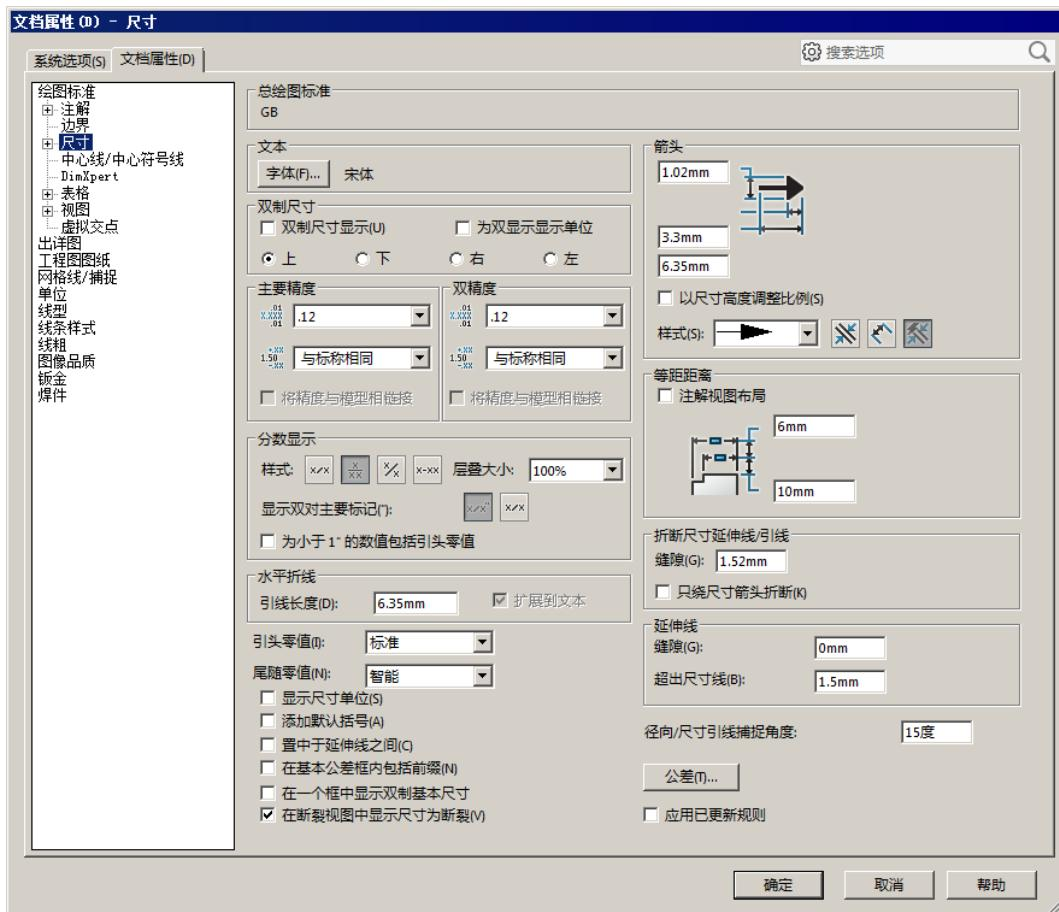

图 9.3.3 “文档属性 (D) – 尺寸”对话框
Step4. 在 **文档属性(D)** 选项卡左侧的列表中选择 **尺寸** 选项，进行如图 9.3.3 所示的设置。